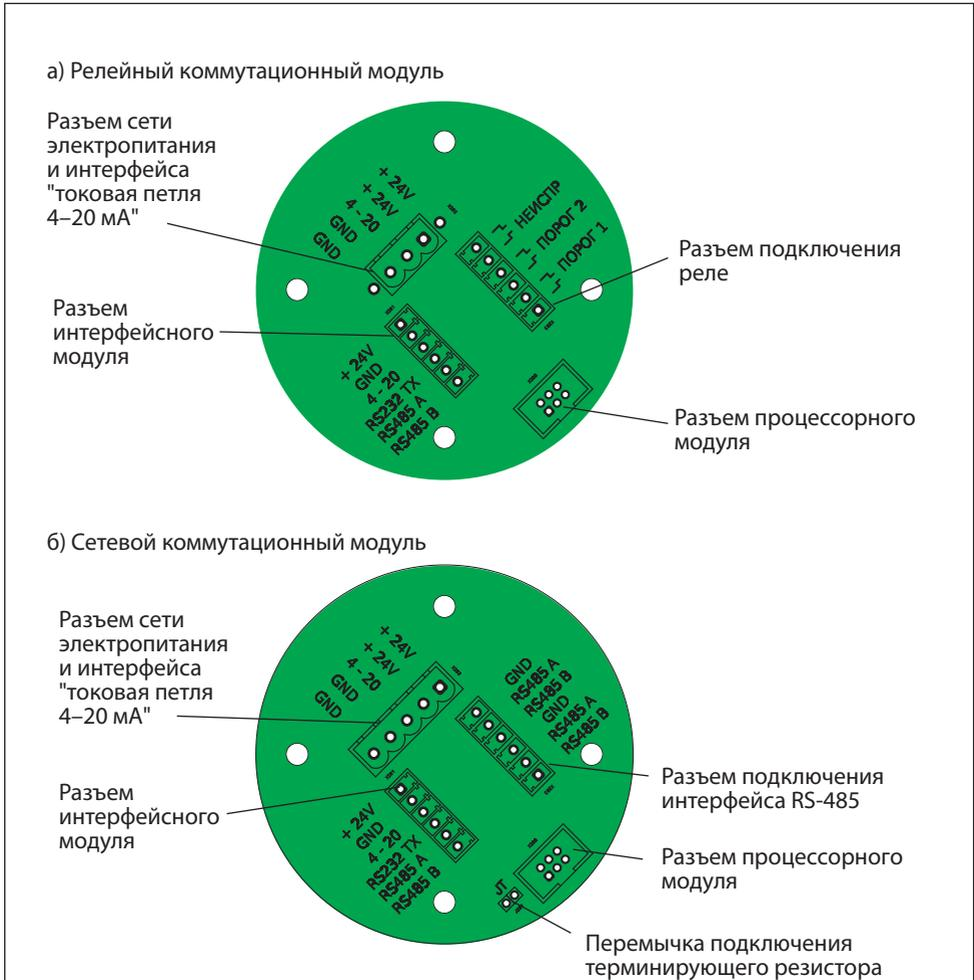

Рис.11. Модуль коммутации: а) модель 5021 (релейная), б) модель 5021-03 (сетевая)
6. Отсоедините кабельную часть разрывных колодок, установленных на коммутационной плате. Подключите кабели в соответствии с маркировкой на плате и на рис.11 и прочно закрутите отверткой фиксирующие винты кабельных колодок.
- отсоедините его кабельную колодку (X201, см. рис.11–13);
- введите кабель от интерфейсного модуля в корпус МКИУС, подключите к колодке согласно цветовой маркировке на кабеле и обозначениями на плате коммутационного модуля (на рис.11);
9. При работе с сетевыми вариантами конструктивного исполнения ГС, если необходимо отключить/подключить терминирующий резистор (в зависимости от конфигурации сети), снимите/установите на коммутационной плате перемычку в позицию JT (см. рис.11).
Последовательно нажимая кнопки ПОРОГ, ВЫБОР и "+", с помощью тестера сопротивления проверьте факт замыкания трех реле. Тестер необходимо подключать к проводам, соединенным с колодкой X203 реле (см. рис.11а, 12).